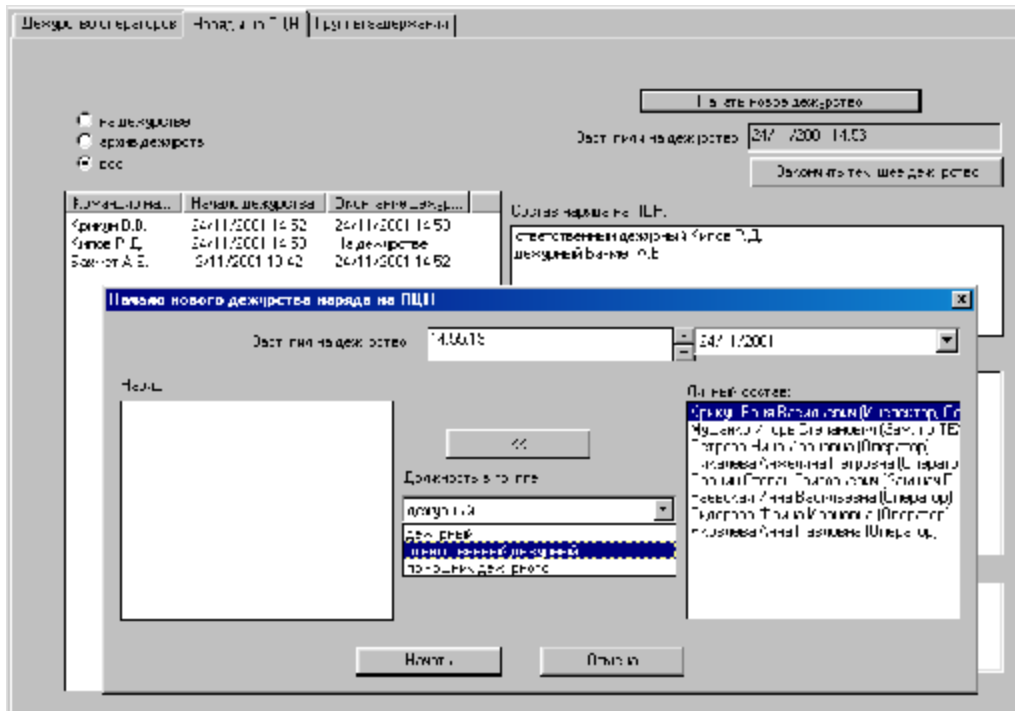

Рисунок 14
4.1.11 В пункте меню «Дежурства и смены» выбрать закладку «Наряды на ПЦН» и нажать кнопку «Начать новое дежурство» (рисунок 14). Выбрать из списка аттестованных сотрудников ПЦН, заступающих на дежурство по ПЦН, далее выбрать должность в группе (дежурный, помощник дежурного, ответственный дежурный) и при помощи стрелки «перенести» данных сотрудников в левую часть окна «Наряд». После нажатия кнопки «Начать» произойдет смена наряда ПЦН. Установив в левой части окна режим просмотра «архив дежурств» либо «все», можно получить информацию о предыдущих нарядах.